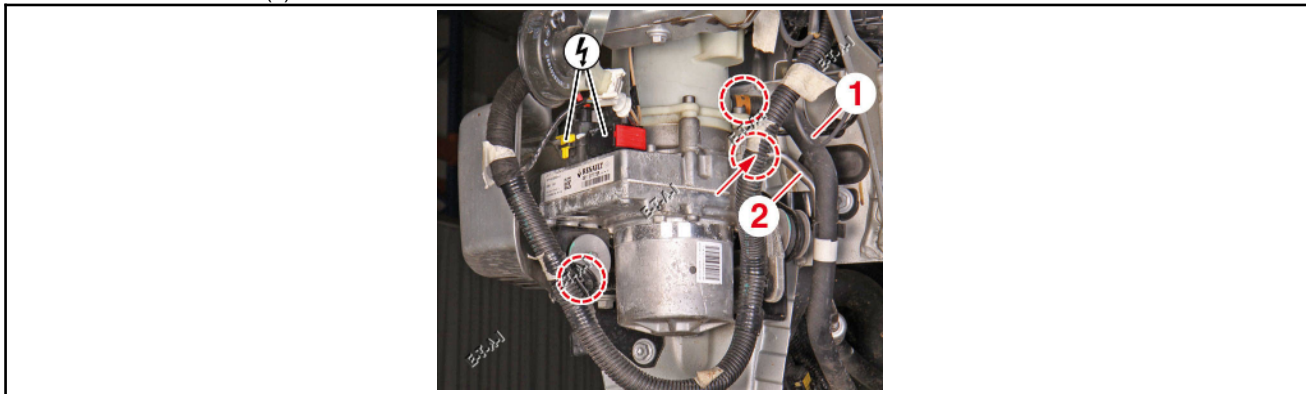

Fig.1
- Débrancher la durit (1) pour vidanger le réservoir(Fig.1).
- Débrancher la canalisation (2).